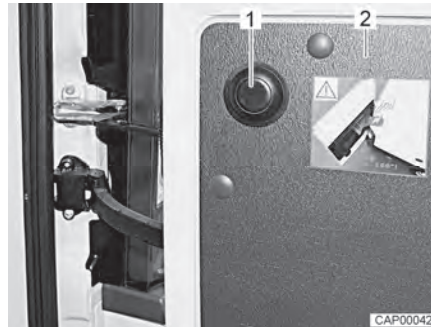

Bild 17 Druckknopf zum Lösen der Begrenzung
- Hecktür (Bild 17,2) bis zum Anschlag öffnen.
- Druckknopf (Bild 17,1) drücken, Hecktür festhalten und vorsichtig weiter öffnen.